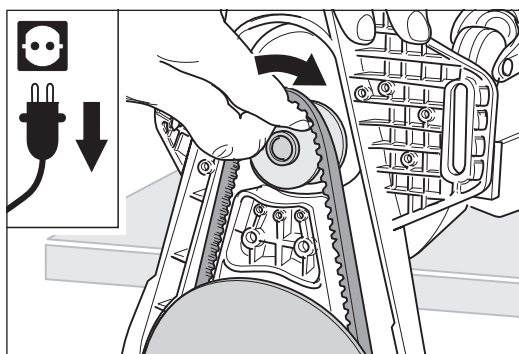

Abb. 46 Den Keilriemen in die Motorriemenscheibe einsetzen.
- 5 Schieben Sie den Vorsatz über die Motorriemenscheibe und setzen Sie den Keilriemen in die Motorriemenscheibe ein (Abb. 46).